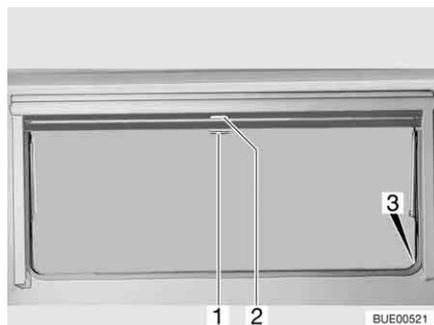

Fig. 72 Fenêtre projetante
- Tirer le store occultant vers le bas en le maintenant par la poignée (Fig. 72,2). Lorsque le store occultant est complètement fermé, l'accrocher des deux côtés du cadre de la fenêtre dans le dispositif de blocage (Fig. 72,3).
- Lorsque le store occultant est complètement fermé : Appuyer sur la poignée (Fig. 72,2) vers le bas tout en la tirant légèrement vers l'intérieur. Décrocher à droite et à gauche le store occultant du dispositif de blocage du cadre de la fenêtre.
- Si le store occultant se trouve dans une position intermédiaire : Tirer la poignée (Fig. 72,2) vers le bas jusqu'à ce que le dispositif de blocage se débloque.
- Tirer la moustiquaire par la poignée (Fig. 72,1) vers le bas et l'accrocher des deux côtés sur le cadre de la fenêtre dans le dispositif de blocage (Fig. 72,3).
- Appuyer sur la poignée (Fig. 72,1) vers le bas tout en la tirant légèrement vers l'intérieur. Décrocher à droite et à gauche la moustiquaire des dispositifs de blocage du cadre de la fenêtre.